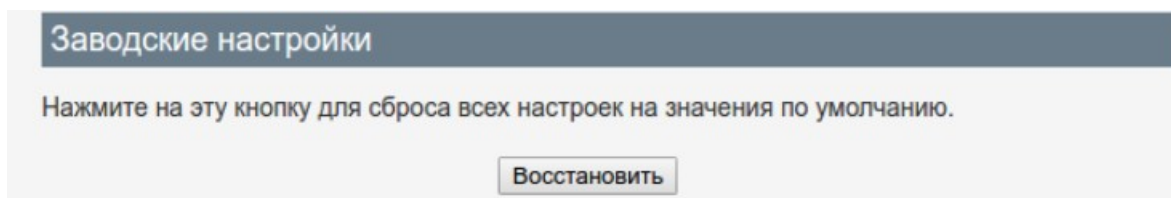

Рис. 27: Сброс настроек
- В веб-интерфейсе выберите **Настройки** > **Заводские настройки** и нажмите **Восстановить** (Рис. 27).